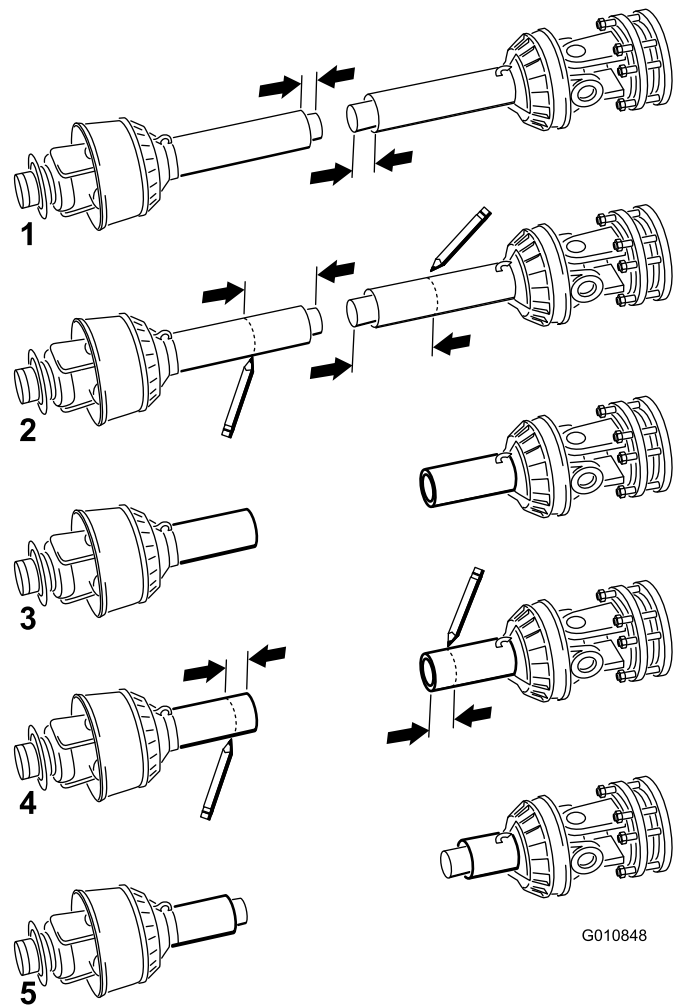

図 18
- 外側シャフトと内側シャフトを分離する (図 18 ; 図の 1)。
- 各シャフトの端から安全シールドまでの距離を測る (図 18 ; 図の 1)。それぞれの距離を記録する。
- 手順 8 で決定した寸法位置を、各 PTO シャフトのシールド上で測り、マーキングしてシールドを切り落とす (図 18 ; 図の 2 と 3)。
- 手順 11 で決定した寸法を使って、安全シールドのみを切断し、各シャフト部分が露出するようにする (図 18 ; 図の 4 と 5)。